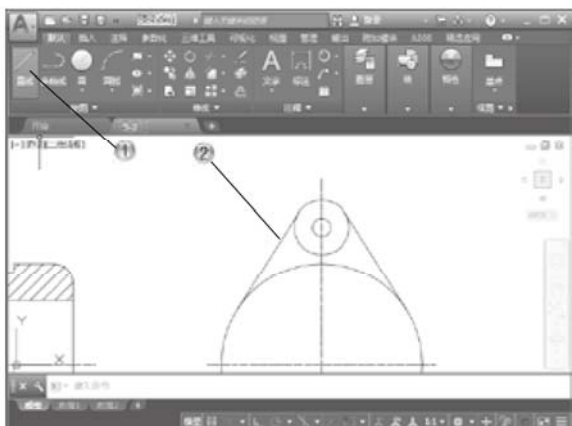

图 5-90
- ① 单击【绘图】面板中的【直线】按钮, 如图 5-90 所示。
- ② 在绘图区绘制两条切线。